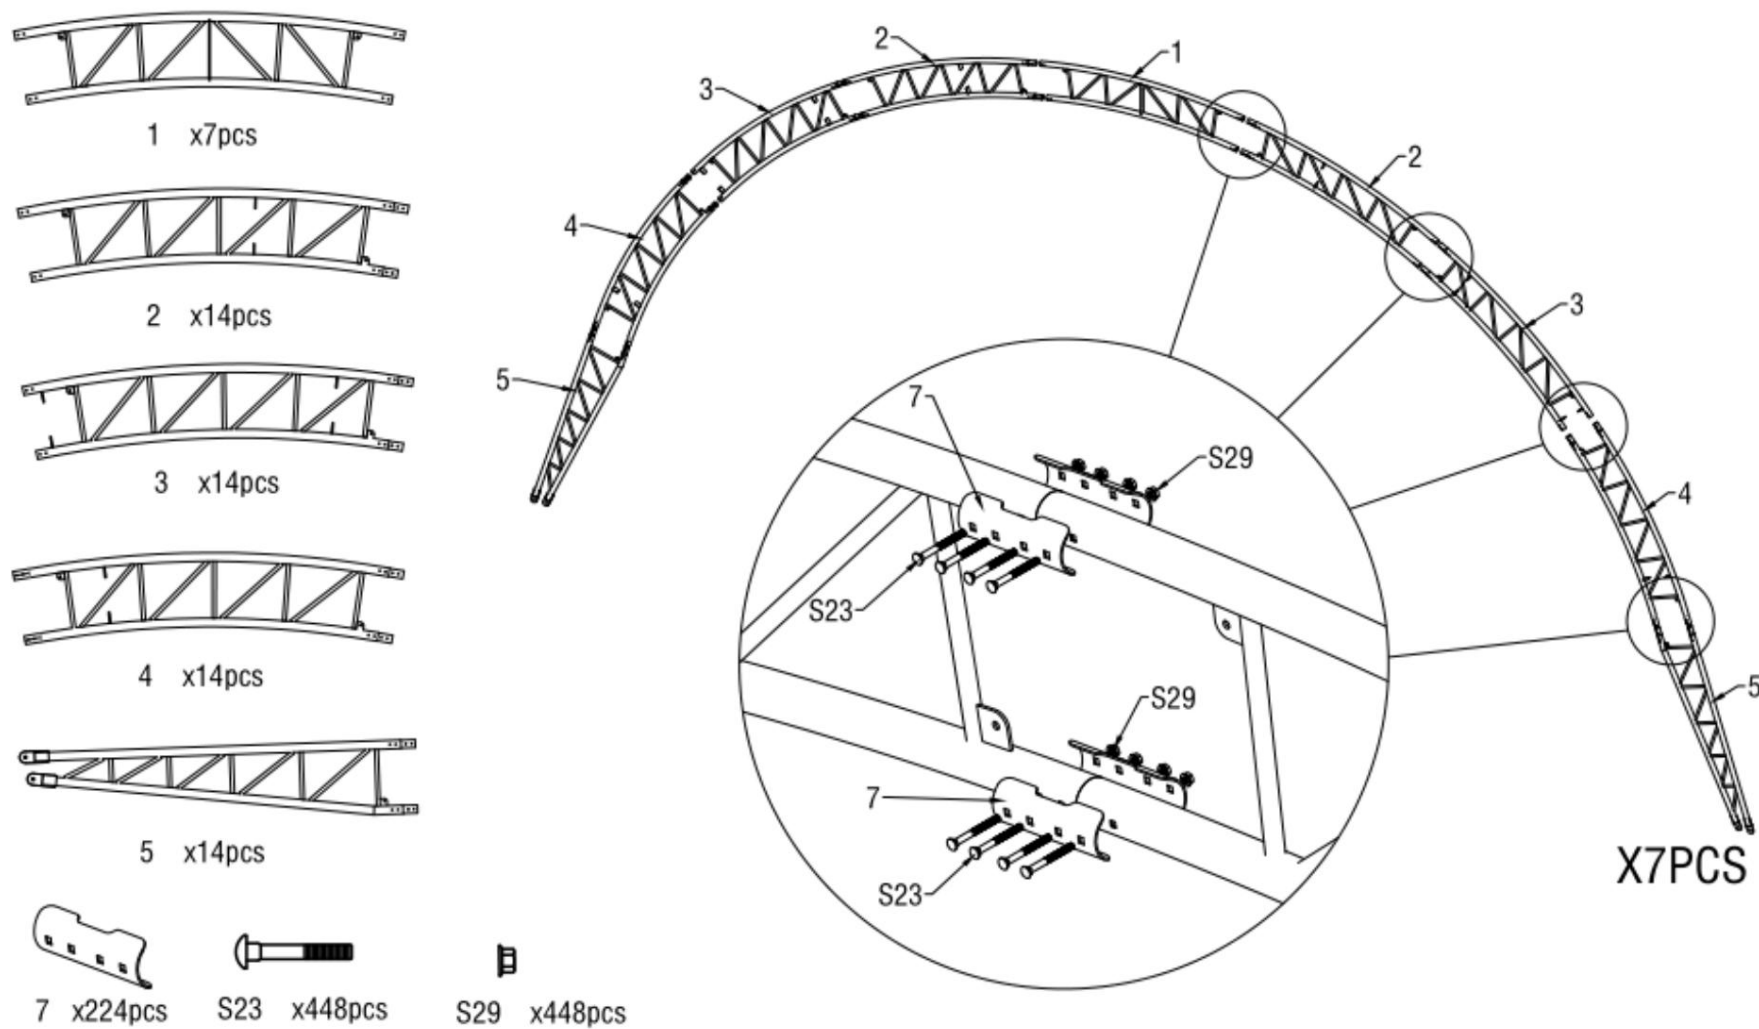

Figure 4
2. Comme illustré sur la figure 4, repérez un tube de toit supérieur (n° 1), deux tubes de courbure supérieurs de toit (n° 2), deux tubes de courbure centraux de toit au niveau de l'épaulement (n° 3), deux tubes de courbure inférieurs latéraux (n° 4) et deux tubes de courbure inférieurs (n° 5). Assemblez chaque groupe d'arches à l'aide de vis M8x80 (n° S23). NE PAS installer la vis sur le dessus de la ferme, là où reposera la toile.
Remarque : Tube supérieur de toit, tube de courbure de toit, tube de courbure central de toit, tube de courbure inférieur latéral et tube de courbure inférieur (n° 1A, 2A, 3A, 4A et 5A) sont soudées avec des plaques d'acier pour les portes avant et arrière et sont différentes de l'arche centrale.(Figure 4)